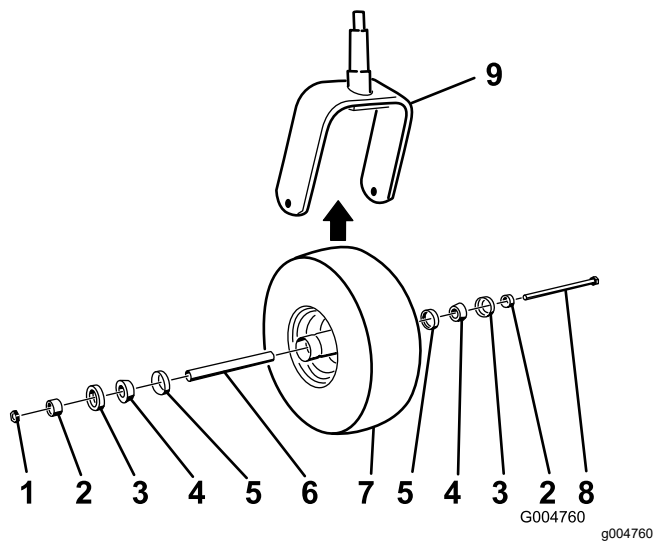

図 42
5. コーンベアリングにグリスをパックし、ベアリングとシールをホイールハブに入れ、図 42 に示すようにキャスタホイールを組み付ける